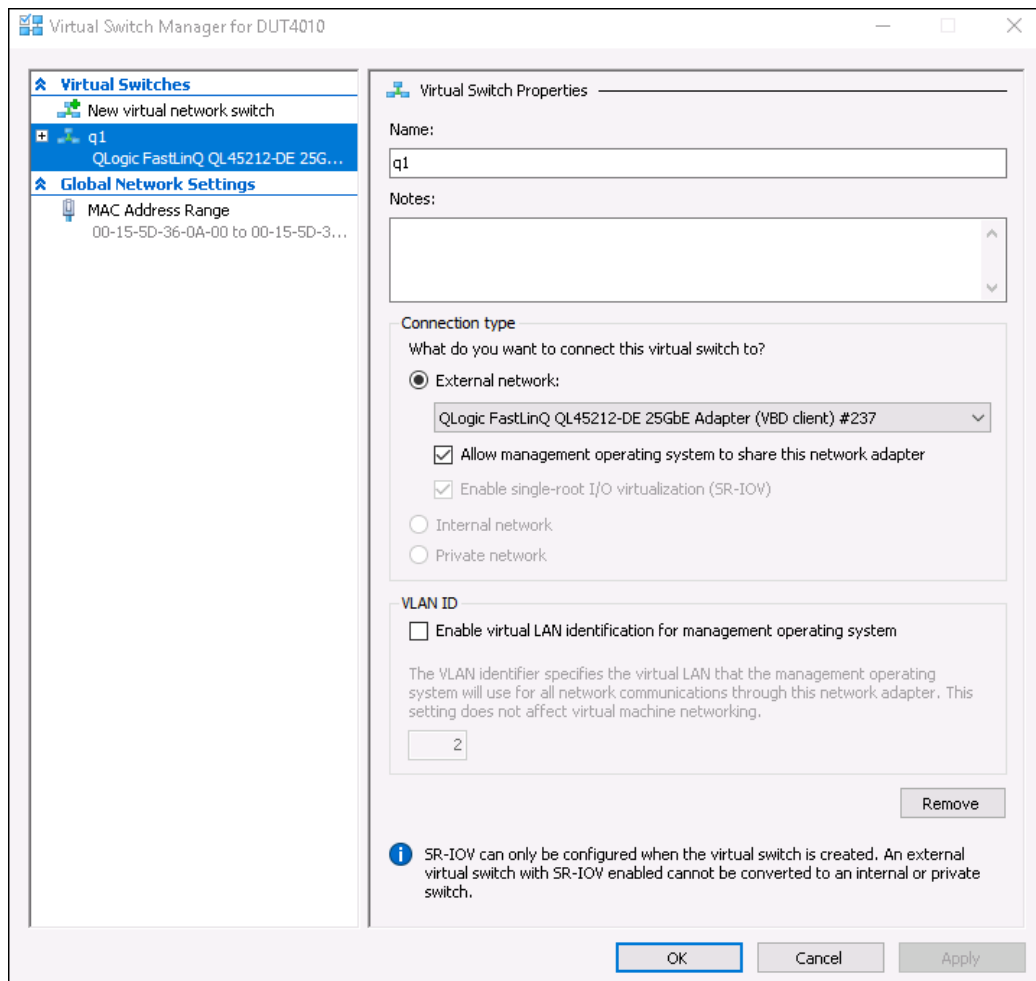

Abbildung 9-14. Manager für virtuellen Switch
2. Wählen Sie **Virtual Switch Manager** (Manager für virtuellen Switch) aus (siehe Abbildung 9-14).